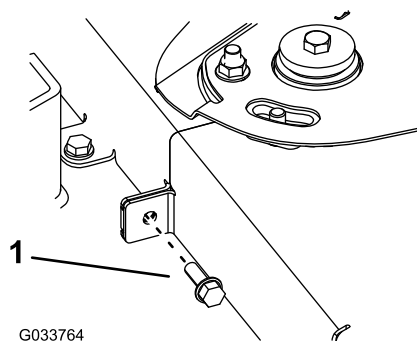

**Figure 63**
3. Retirez les 4 boulons de carrosserie et les 4 écrous qui fixent les 2 couvercles latéraux aux couvercles de courroie (Figure 63).
10. Montez les 2 couvercles latéraux sur les couvercles de courroie au moyen des 4 boulons de carrosserie et 4 écrous (Figure 63).